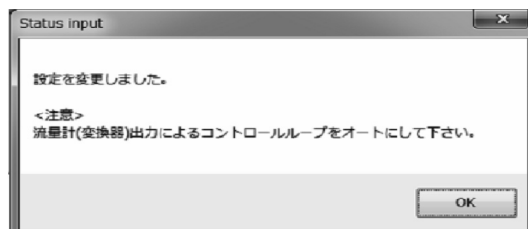

図57
- ⑦ 「OK」をクリックし、選択した設定値に変更されると、メッセージボックス(図57)が表示されますので、「OK」ボタンをクリックすれば設定は終了です。